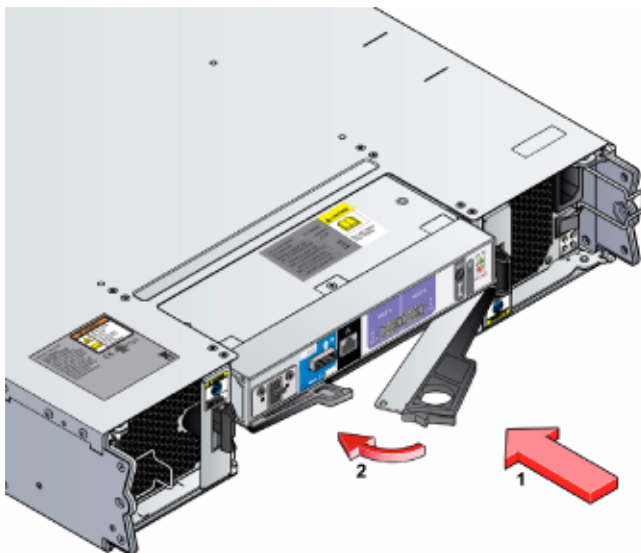

図6-10 ディスクI/Oモジュールのインストール
2. ラッチが開いた状態でディスクI/Oモジュールを筐体にスライドさせます。（図6-10参照）